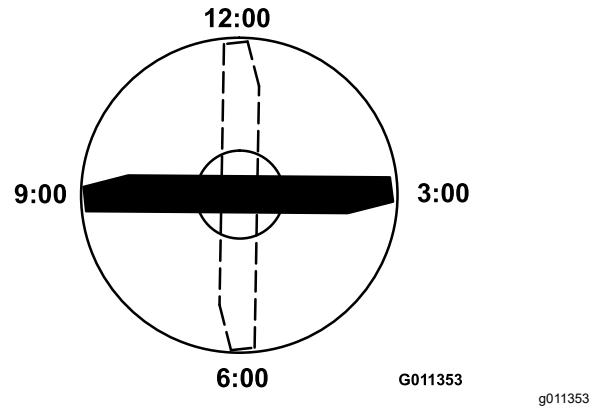

Figura 98
4. Coloque el filo de corte del extremo marcado de la cuchilla en la posición de las 12 (hacia adelante, en el sentido de la siega) (Figura 98) y mida la altura desde la mesa hasta el filo de corte de la cuchilla.
5. Gire el extremo marcado de la cuchilla a las posiciones de las 3 y de las 9 (Figura 98) y mida las alturas.